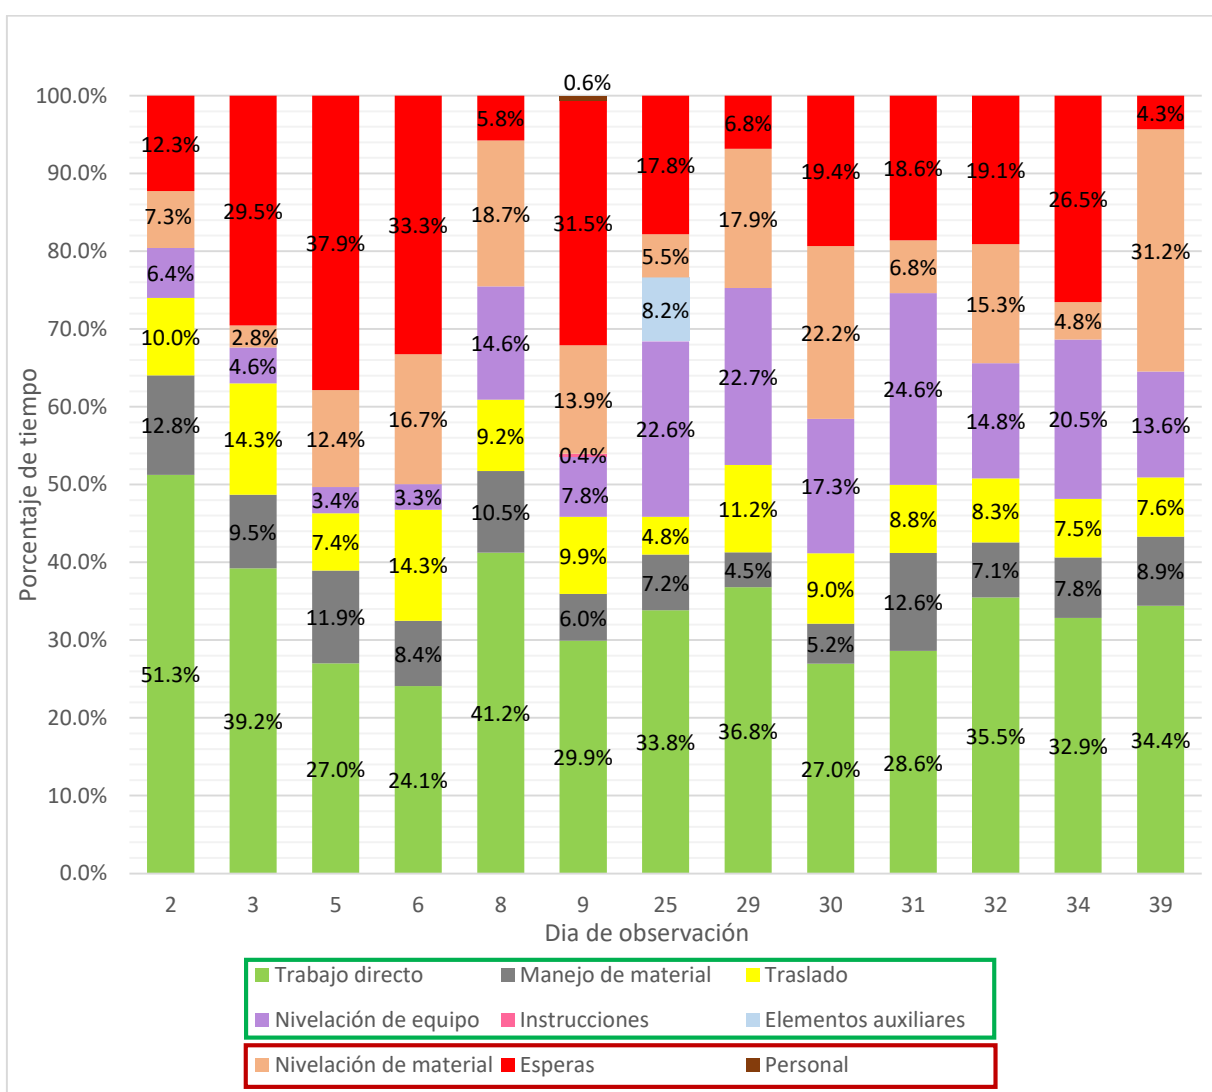

Figura 15. Resultado de la distribución del trabajo en la pavimentadora B
La Figura 15 muestra la distribución de los rubros de trabajo de la pavimentadora B, durante los 13 días de observación. Se observa que presenta el mayor porcentaje de trabajo directo en el día 2 de observación, día en el cual alcanzó una productividad de 27.03 m³/h.
- Día anormal correspondiente al día de observación 25: Los trabajos consistieron en la pavimentación de una calle recta, dos franjas con un ancho de 4.75 m y un espesor de 5.5 cm cada una, en un fraccionamiento de la ciudad de Mérida, no existían guarniciones, ni registros pluviales, el cableado era subterráneo y la obra era de fácil acceso, la pavimentadora se abasteció con un volquete y una góndola. El porcentaje destinado al trabajo directo si sitúa por encima del promedio, aunque la velocidad de pavimentación se encuentra por debajo del promedio. En la distribución de los rubros de trabajo, de este día (Ver Figura 15), se observa una disminución notable en el rubro de manejo de material, traslado y nivelación de material. Lo anterior se debió a que los vehículos que abastecían a la pavimentadora
- Día anormal Correspondiente al día de observación 2. Los trabajos consistieron en la pavimentación de una avenida recta, el acceso a un fraccionamiento, el cual se dividió en dos franjas de 3.75 m de ancho y un espesor de 5 cm. No existía cableado aéreo, y la zona era de fácil acceso. A pesar de que la velocidad de pavimentación es menor a la velocidad promedio general, el porcentaje de tiempo destinado al rubro de trabajo directo es mayor al porcentaje promedio. De igual forma en la Figura 15 se observa que el porcentaje de tiempo destinado al rubro de nivelación de material es menor, debido a que existía el número suficiente de carpeteros para no detenerse tanto tiempo, en cuanto al tiempo de esperas, este de igual forma fue menor al del promedio, ya que el cambio de góndola coincidió con la hora de almuerzo y de esta forma no se retrasaron los trabajos. Los principales factores que se pudieron identificar fueron: Número suficiente de carpeteros (No fue necesario esperar, para nivelar material) y Buena planeación y logística (Las esperas del camión coincidieron con la hora de comida).